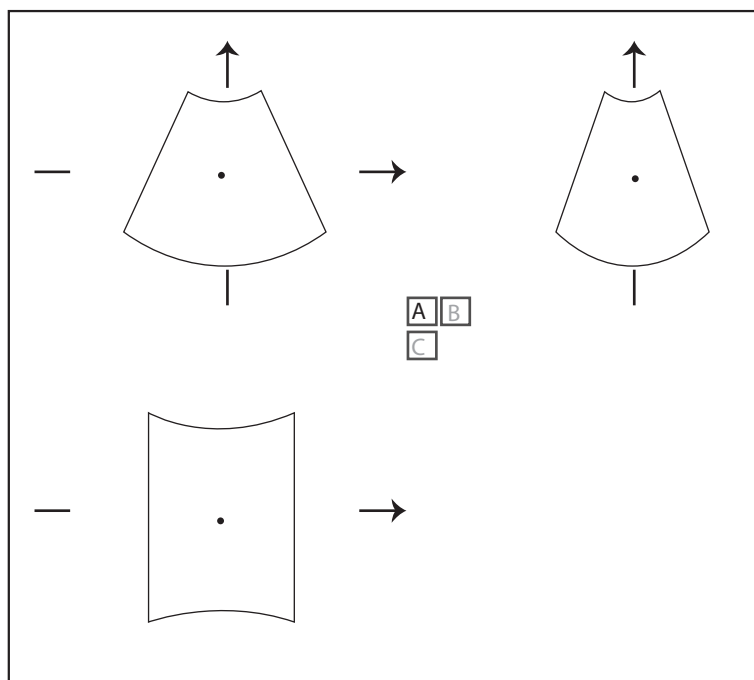

Рисунок 6-41 Экран изображения Плоскость С
1. Коснитесь **C-Plane** (Плоскость C), чтобы включить функцию, как показано на рис. 6-41.